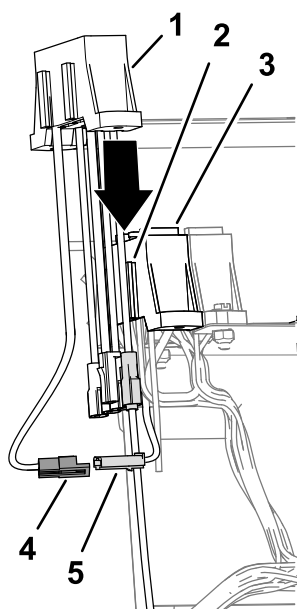

Figura 23
2. Conecte el conector de 2 clavijas del circuito del vehículo auxiliar en el bloque de fusibles de la máquina al conector de 2 tomas del circuito del vehículo del bloque de fusibles auxiliares (Figura 23).
3. Alinee las ranuras del bloque de fusibles auxiliares con las arandelas de montaje del bloque de fusibles de la máquina (Figura 23).